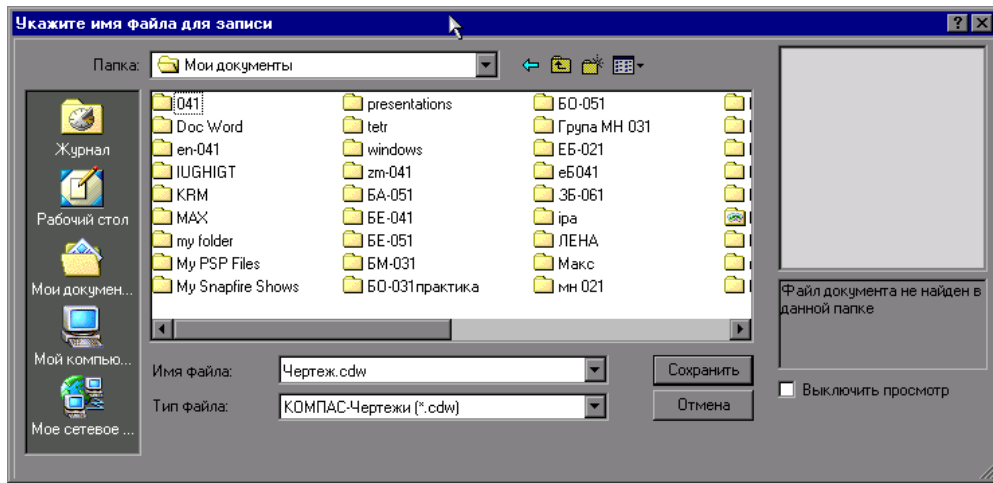

Рис. 2.3.5
3. Клацніть на кнопці **Создание новой папки** . Система створить у поточній папці **Мои документы** нову папку з ім'ям за замовчуванням (рис. 2.3.5).